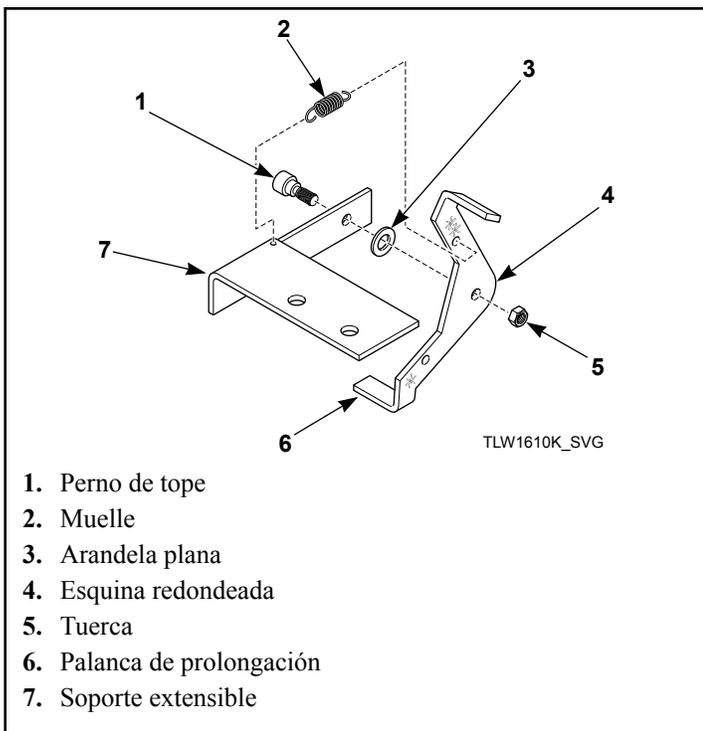

Figura 14
3. Instale la palanca de prolongación con el borde redondeado del lado opuesto del soporte extensible utilizando un perno de tope, una arandela plana y una tuerca. Consulte *Figura 14*.
4. Instale el resorte en el soporte extensible con el gancho hacia abajo. Instale el otro extremo del resorte en la palanca de prolongación con el gancho mirando hacia la izquierda (vista de frente a la unidad). Consulte *Figura 14*.